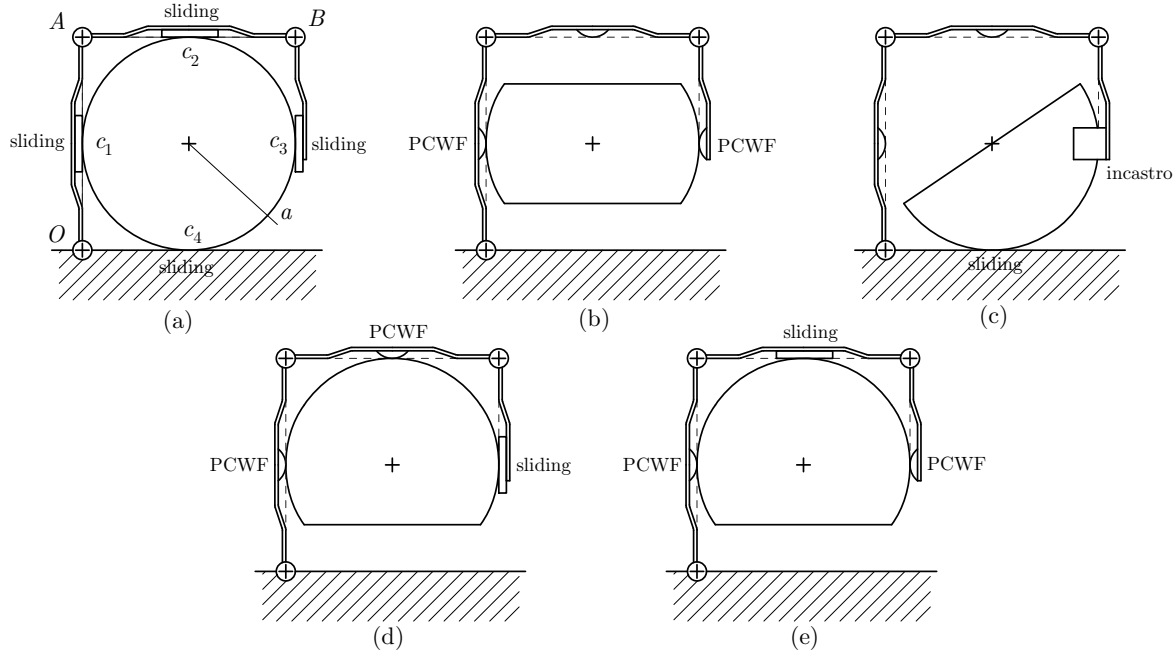

Figura 1: Configurazioni di presa per un gripper planare 3R.
- 1) In Figura 1 un gripper planare 3R completamente attuato afferra nelle 5 configurazioni da (a) ad (e) differenti oggetti. Con la dizione “sliding” (pannelli (a), (c), (d), (e)) si fa riferimento al fatto che l’oggetto ed il link/telaio non possono separarsi ma solo strisciare relativamente l’uno rispetto all’altro in direzione tangente al contatto; con “PCWF” (pannelli (b), (d), (e)) si indica che è consentito solo il moto relativo di rotazione fra le parti in contatto; infine l’incastro (pannello (c)), impone alle due parti interessate di muoversi solidalmente. Facendo riferimento alle tecniche studiate per l’analisi di velocità e di forza nei manipolatori paralleli, si determinino per le 5 prese in Figura: (i) i Jacobiani dei differenti gripper  $\mathbf{J}$ ; (ii) le matrici di grasp  $\mathbf{G}$ ; (iii) le matrici di selezione  $\mathbf{H}$ ; (iv) le matrici Pfaffiane di vincolo  $\mathbf{A}$ . Si studino e si cerchi di parametrizzare (se esistono): (v) i moti labili dell’oggetto, i moti ridondanti del gripper, i moti coordinati; (vi) le forze interne per l’oggetto, le forze strutturali per il gripper e le forze strutturali interne per il sistema gripper-oggetto.